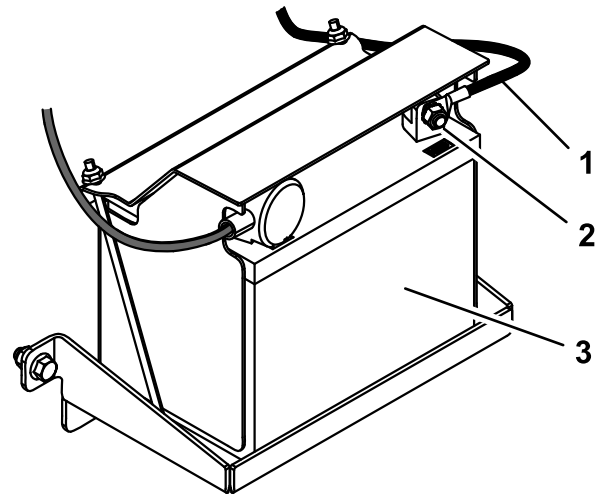

Figure 5
2. Branchez le câble négatif à la borne négative (-) de la batterie au moyen du boulon et de l'écrou fixés au câble (Figure 5).